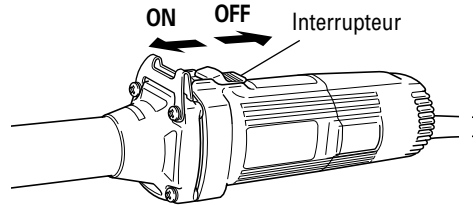

Fig. 5
1. Opération de commutation (Fig. 5)